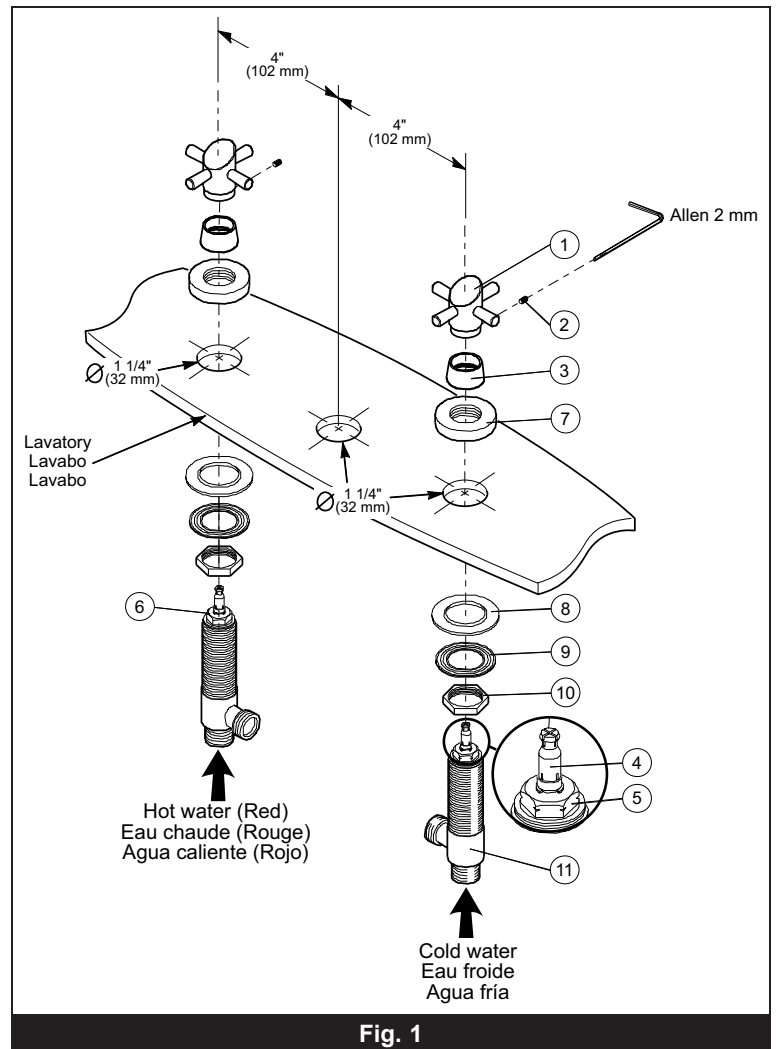

Fig. 1
Install the hot water valve to the left and the cold water valve to the right. Place the nuts (10), metal washers (9) as well as the rubber washers (8) temporarily as illustrated **Fig. 1**.
Place the valves in the closed position (turn counter-clockwise for the cold water valve and clockwise for the hot water valve). Install the handles (1) on the valves (the slope must face forward) and secure into position using tightening screws (2). **Fig. 1**.
Installer la valve d'entrée d'eau chaude à gauche et la valve d'entrée d'eau froide à droite. Placer les écrous (10), les rondelles de métal (9) ainsi que les rondelles de caoutchouc (8) temporairement tel qu'illustré **Fig. 1**.
Mettre les valves en position fermée (tourner dans le sens anti-horaire pour la valve d'eau froide et dans le sens horaire pour la valve d'eau chaude). Installer les manettes (1) sur les valves (la pente doit être vers l'avant) et fixer en position à l'aide des vis de serrage (2). **Fig. 1**.
Instalar la válvula de entrada de agua caliente a la izquierda, y la válvula de agua fría a la derecha. Instalar temporalmente las tuercas (10), las arandelas metálicas (9) así como las arandelas de goma (8) tal como está ilustrado. **Fig. 1**.
Poner las válvulas en posición de cierre (giran contra el sentido de las agujas de reloj para la válvula de agua fría, y giran en el sentido de las agujas de reloj para la válvula de agua caliente). Instalar los manerales (manecillas) (1) sobre las válvulas (la inclinación debe quedar hacia adelante) y fijar en posición mediante tornillos opresores (2). **Fig. 1**.